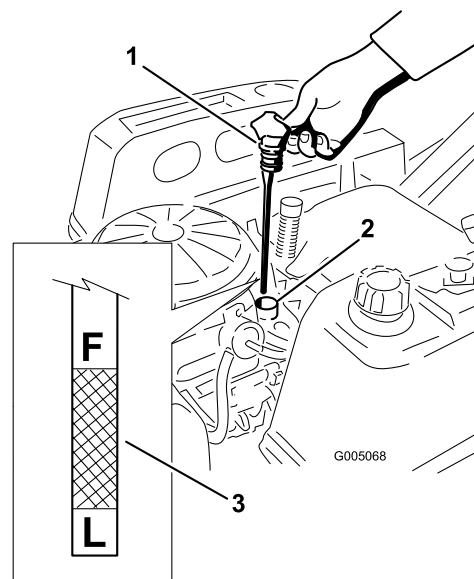
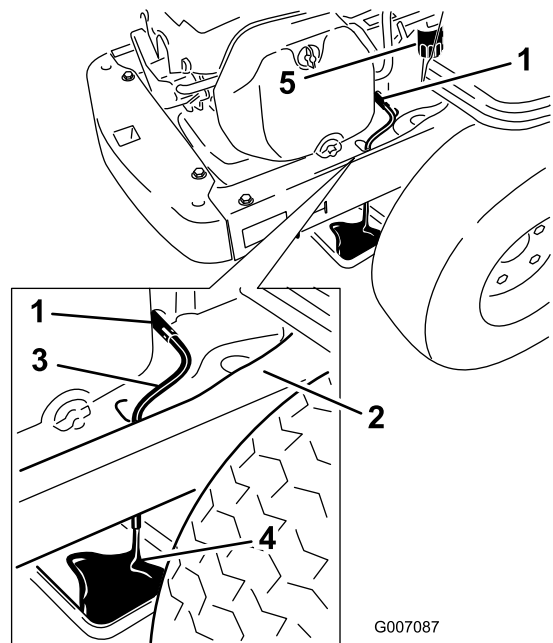

Figura 31
Figura 33
4. Retire el tapón de llenado/varilla de aceite y límpielo. Vuelva a colocar la varilla y empuje firmemente para asentarla en su lugar (Figura 31).
5. Retire la varilla y compruebe el nivel de aceite. (Figura 31).
7. Coloque un recipiente debajo de la máquina, directamente debajo del orificio de vaciado del bastidor, según se muestra en Figura 33.
8. Gire la válvula de vaciado 1/4 de vuelta en el sentido contrario a las agujas del reloj para abrirla y dejar que el aceite se drene (Figura 33). Retire el tapón de llenado/varilla (Figura 31).
10. Retire el filtro usado y limpie con un paño la superficie de montaje (Figura 33).
11. Cuando el aceite se haya drenado completamente, cierre la válvula de vaciado. Retire el manguito de vaciado y limpie cualquier exceso de aceite que hubiera en el bastidor (Figura 33).
15. Vierta lentamente un 80% aproximadamente de la cantidad especificada de aceite por el tubo de llenado (Figura 31).
16. Coloque firmemente el tapón de llenado/varilla (Figura 31).
17. Compruebe el nivel de aceite (Figura 31); consulte Verificación del nivel de aceite.
19. Coloque firmemente el tapón de llenado/varilla (Figura 31).